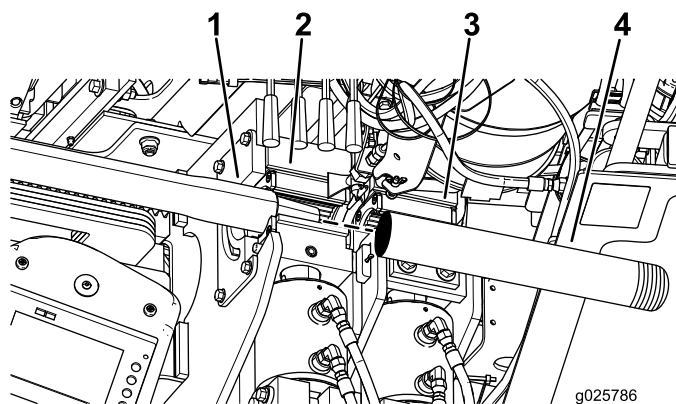

**Figure 88**
4. Ramenez la tige et la barre avant dans le guide-tige et dans les clés, en alignant le joint supérieur épais de la barre sur la clé supérieure (Figure 88).